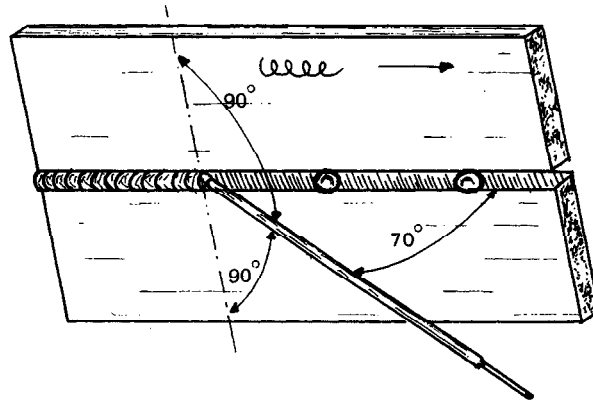

Figura 2.86
- a) Incline el electrodo (Figura 2.86).
- b) Haga el cordón, oscilando el electrodo conforme a la figura 2.86.